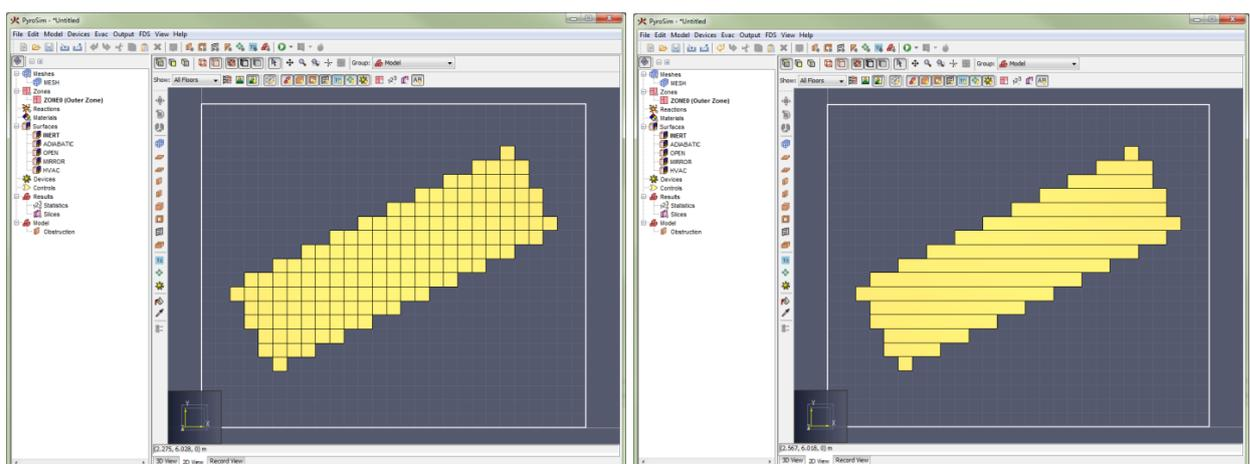

Рисунок 21-8 Объединение преобразованных блоков
- **Размер блоков.** Задаёт возможные размеры результирующих блоков. См. Рисунок 21-8.